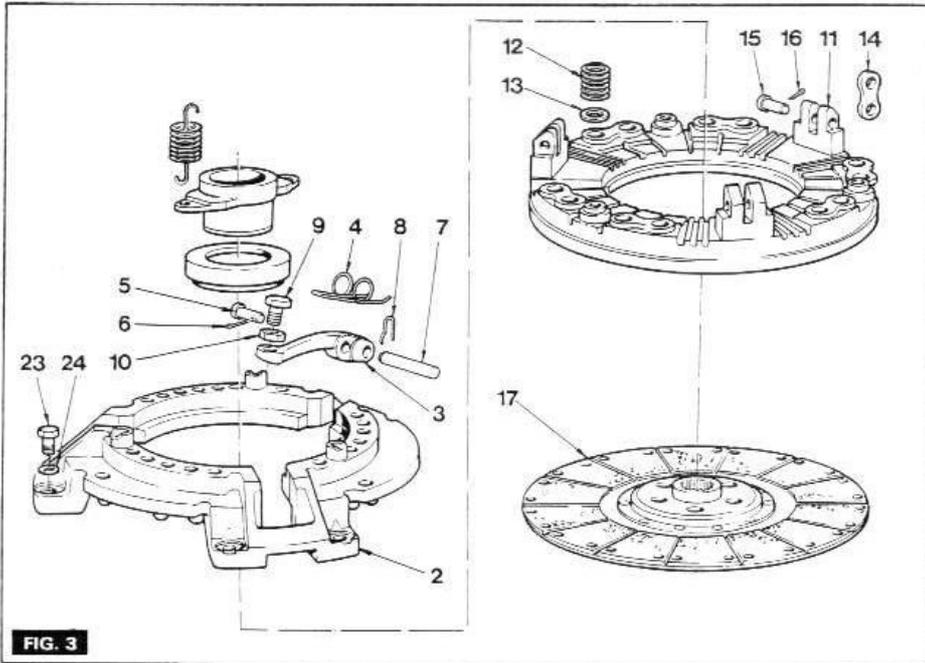
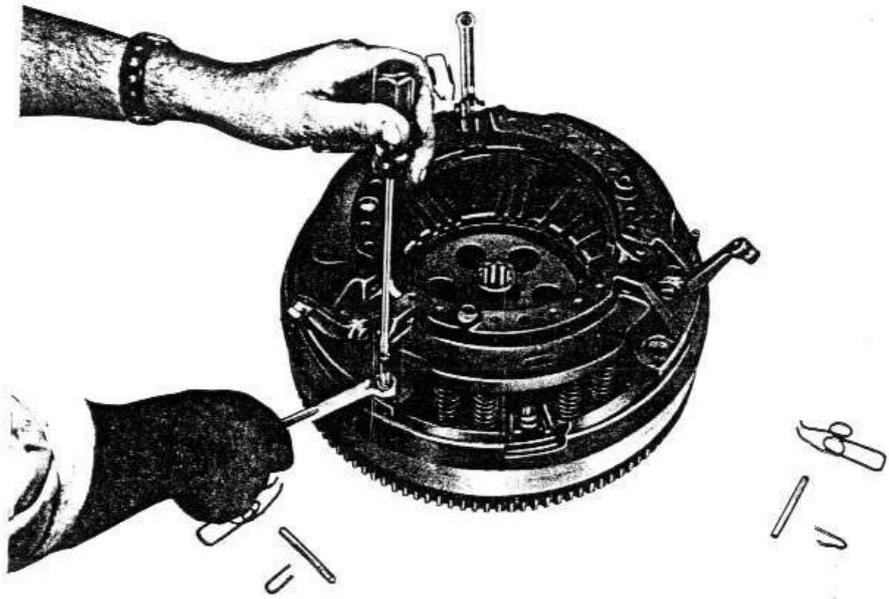

FIG. 3
FIG. 4
- 3 - (figure 3) - Repérer le couvercle (2) et le plateau (11).
- 5 - (figure 4) - Disposer 3 vis (5/16" UNC x 82,55 mm) dans les taraudages du volant. Serrer les contre-écrous afin de bloquer l'ensemble sur le volant-moteur.
- 6 - (figure 3) - Retirer les goupilles (8) puis les axes (7).
- 7 - Retirer les ressorts (4).
- 9 - (figure 4) - Desserrer progressivement les écrous des vis 5/16" UNC afin de libérer la pression des ressorts. Retirer les trois vis.
- 10 - (figure 3) - Retirer le couvercle (2), les ressorts (12), les rondelles (13), les doigts (3), le plateau (11) et le disque (17).